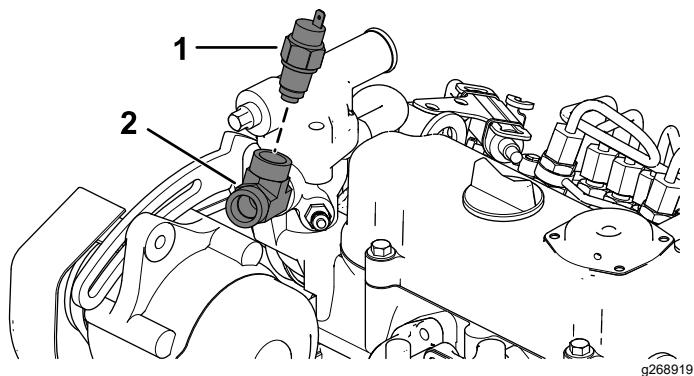

Figura 15
- B. Montate un raccordo a T (Figura 15).
- C. Montate il microinterruttore della temperatura (Figura 15).